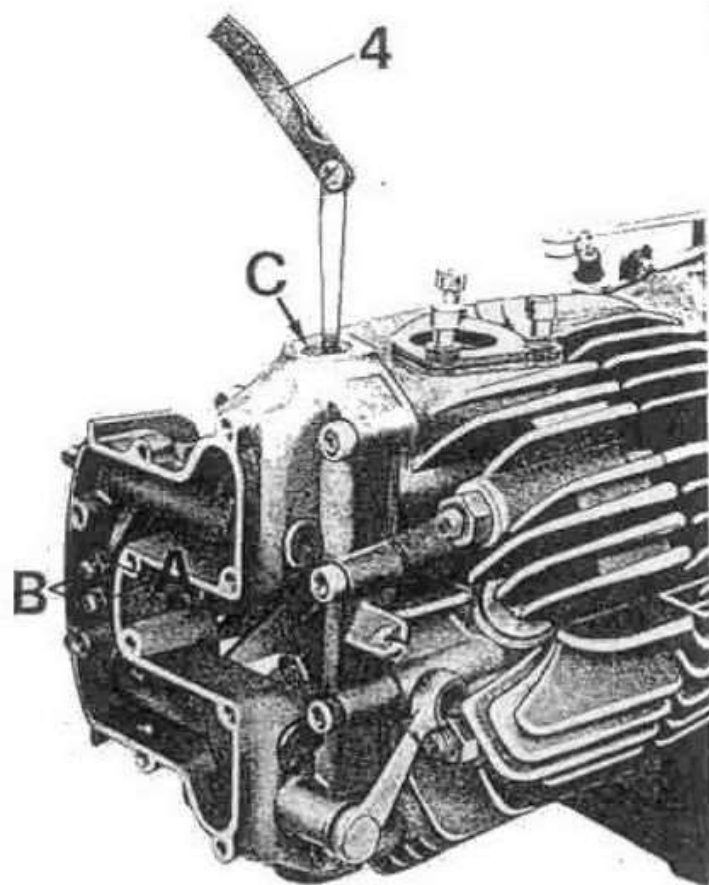
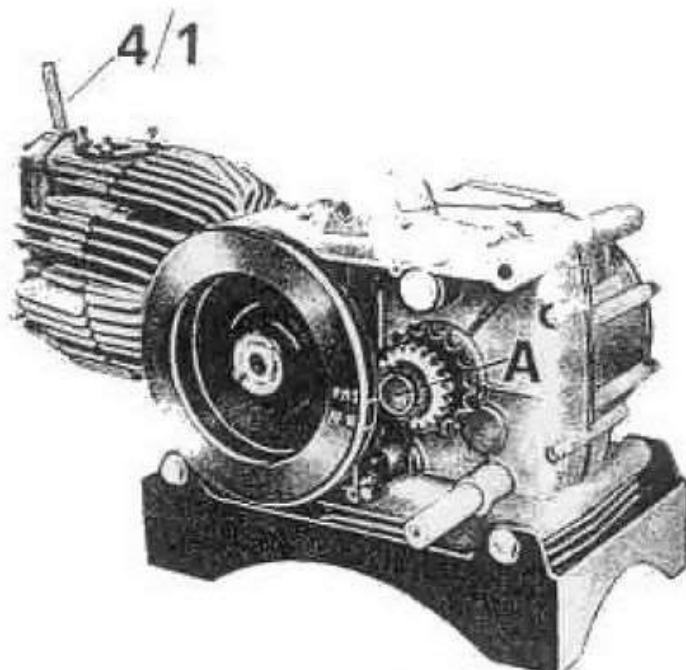

Fig. 61
Fig. 63
## REGOLAZIONE GIUOCO TRA BILANCIERI E VALVOLE (vedere fig. 61)
Il controllo del giuoco va effettuato usando apposito spessimetro n° 12909090 (4 di fig. 61) che attraverso il foro (C) deve essere inserito tra la valvola ed il bilanciere.
(Vedere fig. 61 - 63 - 113/1)
(a fine fase di compressione, con valvole chiuse) si trovi in corrispondenza al foro di centraggio (A di fig. 63) sul manicotto dentato;
- svitare la vite di registro (B di fig. 61) dopo aver allentato il dado (A di fig. 61) sul bilanciamento aspirazione, infilare uno spessimetro di mm. 2 (4/1 di fig. 63) tra lo stelo della valvola ed il bilanciamento. Il giuoco esatto si ha quando agendo sulla vite di registro (B di fig. 61) lo spessimetro comincia ad indurirsi leggermente;
- ruotare di nuovo il volano in senso orario (350°) fino a che il segno « AF 10 » stampato sul volano stesso coincida con il foro di centraggio (A di fig. 63).
- svitare la vite di registro (B di fig. 61) dopo aver allentato il dado (A di fig. 61) sul bilanciamento aspirazione, infilare lo spessimetro di mm. 2 (4/1 di fig. 63) tra lo stelo della valvola e il bilanciamento. Il giuoco esatto si ha quando agendo sulla vite di registro (B di fig. 61) lo spessimetro incomincia ad indurirsi leggermente;
Per determinare esattamente il punto in cui avviene l'inizio apertura della valvola di aspirazione, occorrerà ruotare il volano con delicatezza fino a sentirne l'indurimento dello stesso. A questo punto controllare che i segni « AF10 » sul volano e il foro di centraggio « A » di fig. 63 sul manicotto dentato o la freccia (A) dell'attrezzo n° 32 di fig. 113/1 coincidano.